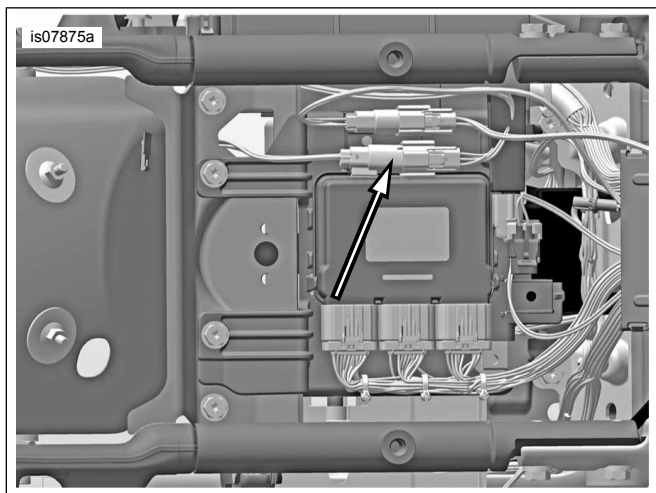

Figure 4. Séparation du connecteur d'éclairage arrière [7]
18. **Modèles de 2010 à 2013** : brancher le connecteur du faisceau de cadre de plaque d'immatriculation incurvé sur le connecteur encapuchonné pour accessoires P&A Deutsch à 4 fiches [4]. Ce connecteur se situe sous la selle, en face du module de commande électronique (ECM). Si le connecteur pour accessoires P&A est déjà utilisé, un faisceau d'accessoires double (no de pièce 70264-94) est disponible auprès d'un concessionnaire Harley-Davidson. **Modèles de 2014 et plus récents** : prendre le faisceau Y du feu de la plaque d'immatriculation (11) du kit.
- a. Voir Figure 4 . Séparer le connecteur d'éclairage arrière à 6 fiches Molex noir [7] en haut du boîtier de l'ECM.